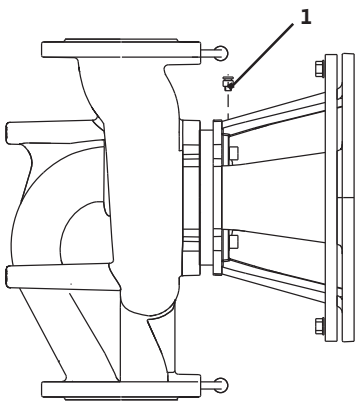

Fig. 41: Zawór odpowietrzający
- Pompy należy odpowietrzać poprzez poluzowanie zaworów odpowietrzających (Fig. 41, poz. 1.). Praca na sucho prowadzi do zniszczenia uszczelnienia mechanicznego pompy. Nie wolno odpowietrzać czujnika różnicy ciśnień (ryzyko zniszczenia).